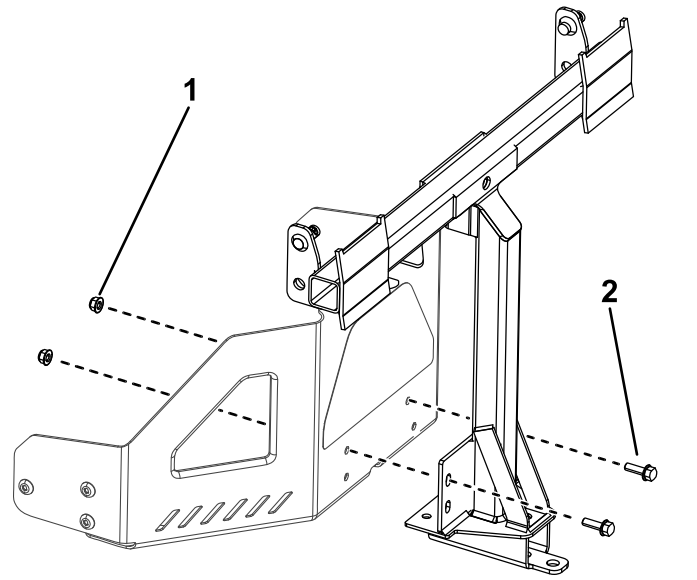

Figura 6
2. Montirajte okretni ram na ram mašine kao što je prikazano na Figura 6. Pričvrstite okretni ram na ram mašine pomoću 2 zavrtnja (5/16 × 1") i 2 kontranavrtke (5/16").